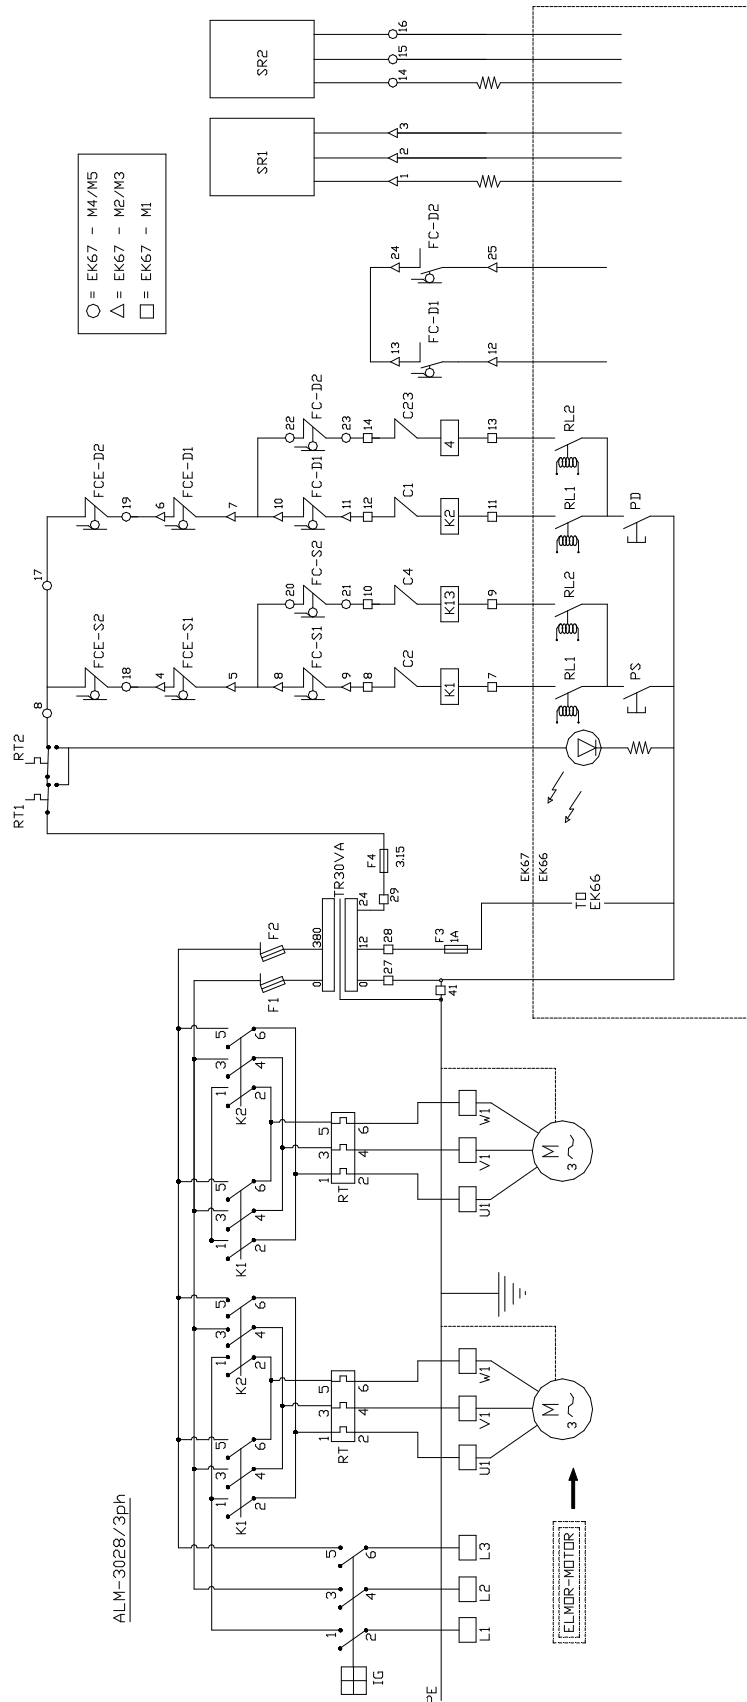

Fig.33
2. Gebruik het elektrische schema (**Fig.33**) voor de aansluiting op het elektrische net. Sluit de kabel aan in de schakelkast. Indien de voltage afwijkt van de voltage zoals aangegeven op de hefbrug, verander dan de aansluiting op de elektromotor en de trafo en vervang de thermische beveiliging (bestel deze bij uw leverancier) Sluit de kast en bedien de schakelaars omhoog / omlaag. Indien deze omgekeerd werken draai dan de 2 fasesdraden om (**Fig.31**).